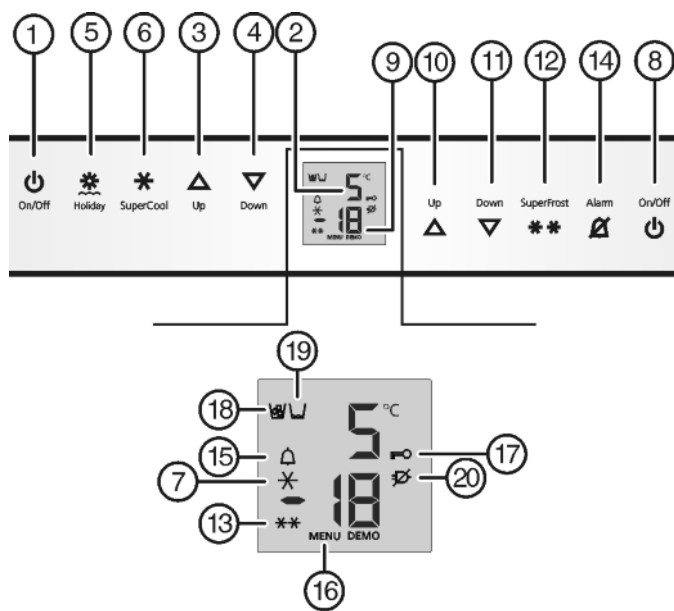

Fig. 2
- ▶ Нажмите кнопку On/Off морозильного отделения Fig. 2 (8).
- ▶ Нажмите кнопку On/Off холодильного отделения Fig. 2 (1).
- ▶ Активация режима настройки: удерживайте кнопку SuperFrost Fig. 2 (12) прилб. 5 секунд.
- ▷ Символ меню *Fig. 2 (16)* горит.
- ▶ Коротко нажмите кнопку SuperFrost *Fig. 2 (12)* для подтверждения.
- ▶ Для включения защиты от детей коротко нажмите клавишу SuperFrost *Fig. 2 (12)*.
- ▷ Символ "Защита от детей" *Fig. 2 (17)* горит. На индикации мигает **c**.
- ▶ Для выключения защиты от детей коротко нажмите клавишу SuperFrost *Fig. 2 (12)*.
- ▷ Символ защиты от детей *Fig. 2 (17)* гаснет. На индикации мигает **c**.
- ▶ Выход из режима настройки: нажмите кнопку On/Off морозильного отделения *Fig. 2 (8)*.
- ▶ Нажмите кнопку Alarm *Fig. 2 (14)*.
Одновременно мигает индикация температуры и символ тревоги *Fig. 2 (15)*.
Звуковой сигнал выключается автоматически, символ аварийного сигнала *Fig. 2 (15)* выключается и индикатор температуры перестает мигать, если температура снова становится достаточно низкой.